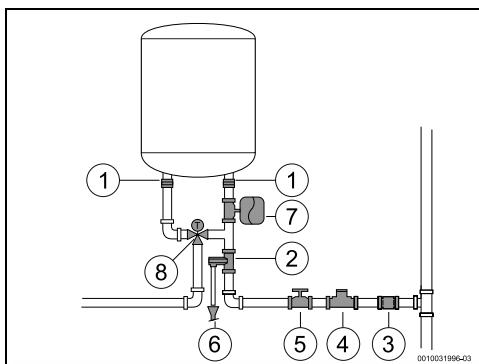

Fig. 13 Ligação de água
- instalar uma válvula redutora (Fig. 13, [4]). A válvula de descarga vai atuar sempre que a pressão da água no aparelho for superior a 8 bar ( $\pm 0,5$  bar), pelo que é necessário prever uma forma de canalizar o escoamento dessa água.
- instalar um vaso de expansão (Fig. 13, [7]) para evitar que a abertura da válvula de descarga seja tão frequente. O volume do vaso de expansão deve ser o equivalente a 5% do volume do aparelho.